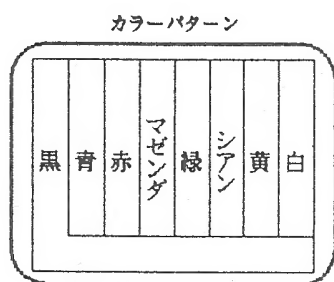

図1
- ① 全画面青色を表示する。
- ② 全画面赤色を表示する。
- ③ 全画面マゼンダを表示する。
- ④ 全画面緑色を表示する。
- ⑤ 全画面シアンを表示する。
- ⑥ 全画面黄色を表示する。
- ⑦ 全画面白色を表示する。
- ⑧ 図1のカラーパターンを表示する。